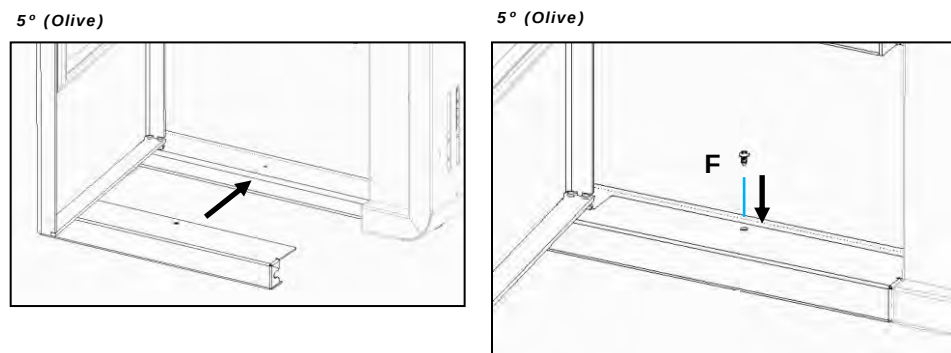

Figura 43 – Fixação do remate inferior Olive
l) Para finalizar, fixar o remate inferior do equipamento como demonstra a Figura 43, abrindo a porta e encaixar a peça de remate inferior na base do equipamento, fazendo coincidir a furação da peça com a do equipamento e de seguida fixar com um parafuso **F** (DIN 7981 4,2x13) ou parafuso (ISO 3780 M5x12).